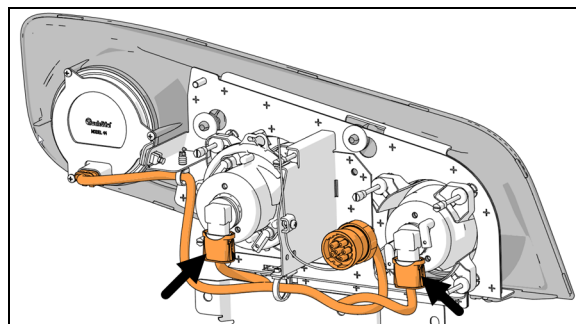

FIGURE 78
- Débranchez le connecteur (Figure 78).